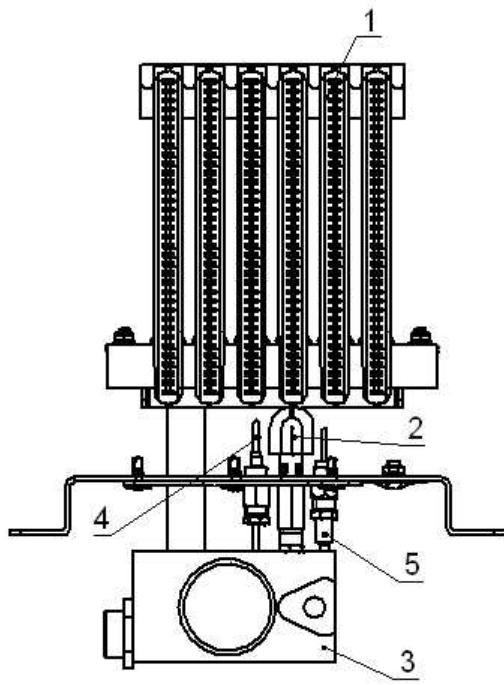

рис.10 Горелка УГ-14S к АОГВ/АОГВК/АКГВ-11,6...
10.2 В зимнее время, если потребуется прекратить топку на срок свыше суток, необходимо, во избежание замерзания, полностью освободить систему отопления и горячего водоснабжения от воды. Система отопления освобождается через спуск воды 8 (рис.10). Для слива из системы горячего водоснабжения необходимо отсоединить подводящую водопроводную трубу и продуть змеевик водоподогревателя воздухом.